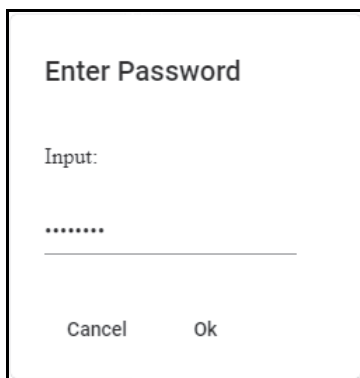

Figura 5-3 Finestra di dialogo Enter Password
3. Inserire la password nella finestra di dialogo **Enter Password** (Inserisci password) e cliccare su **Ok** (vedi Figura 5-3 a pagina 72).